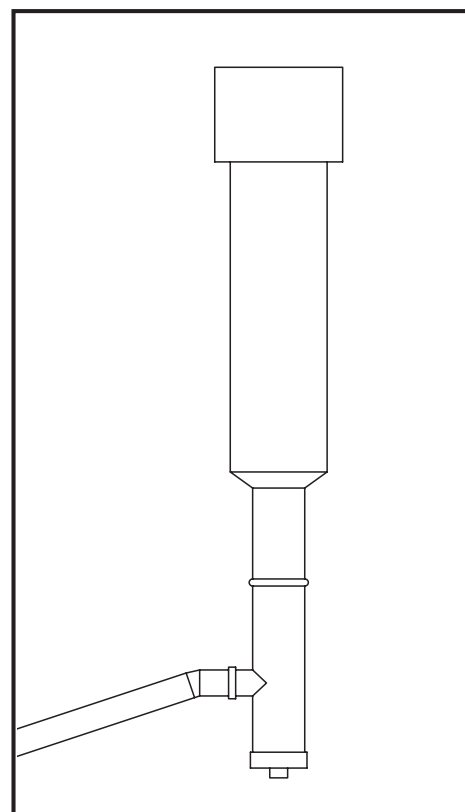

FIG. 2
4. Le conduit des fumées doit permettre la récupération de la suie ou permettre le ramonage (fig.2 a Pag.10).